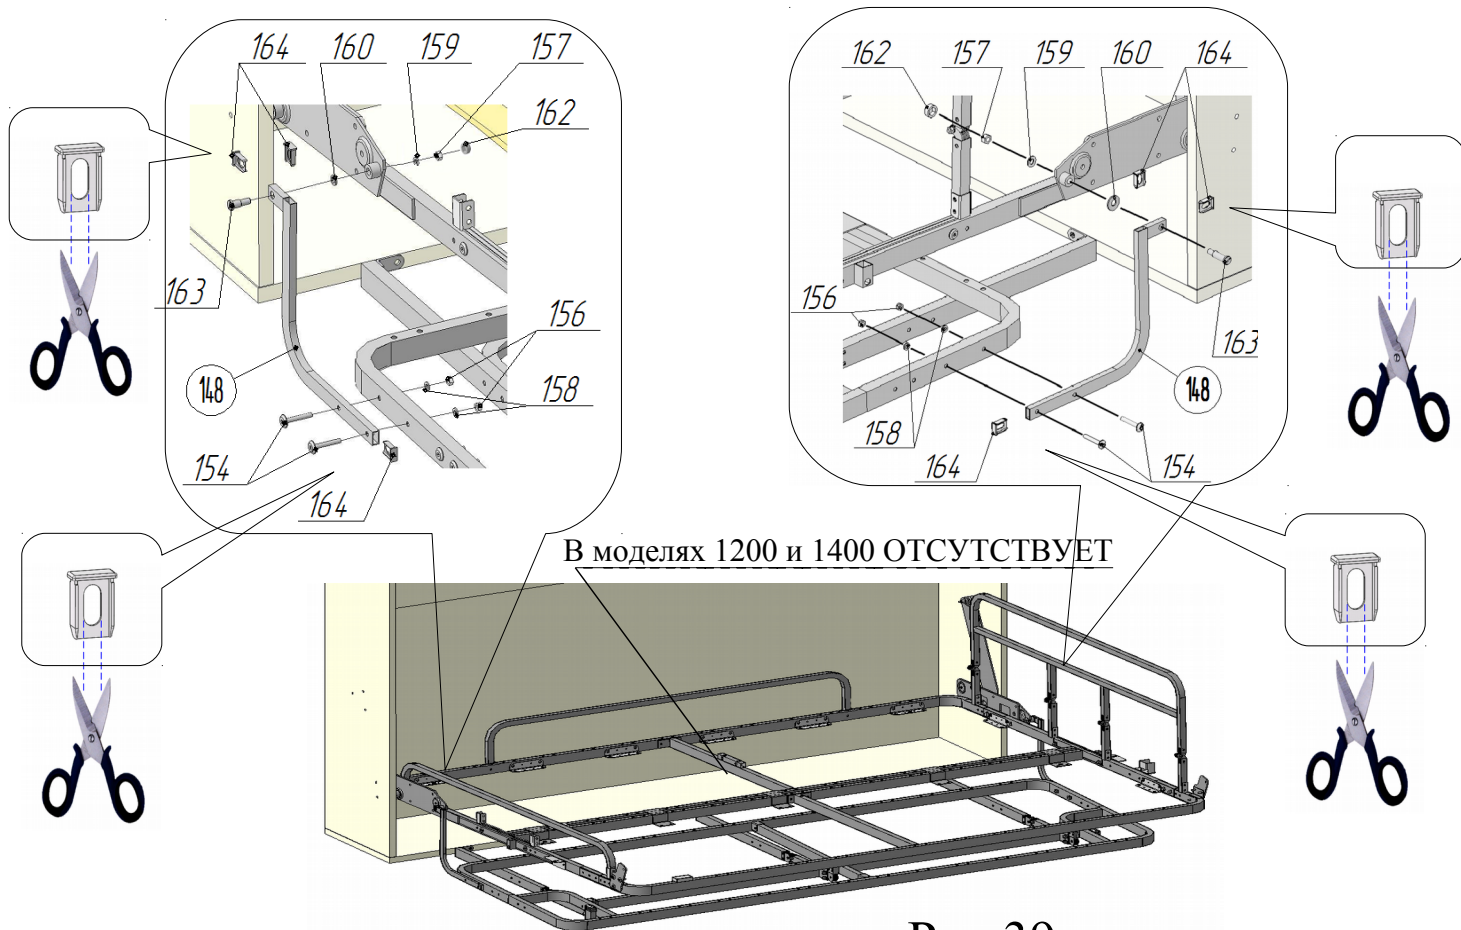

Рис.39
58. Надеть на матрас намотрасник и прикрепить его на каркас дивана. Надеть чехол на полученную сборку и закрепить его. В тяги-уголки поз.148 вставить заглушки 10x20 поз.164, предварительно расширив подрезанием места прохождения спецвинта поз.163 (рис.39). Присоединить тяги-уголки к дивану через чехол с помощью винтов М6х40 поз.154, шайб Ø6х18 поз.158, гаек М6 со стопорным кольцом поз.156 в соответствии с рис.39. Провести данную операцию слева и справа от рамы дивана.
59. Присоединить тяги-уголок поз.148 к пластинам механизма кровати через шайбу пластмассовую Ø10x18 поз.160, использовав спецвинт поз.163, шайбу Ø8x18 поз.159 и гайку М8 со стопорным кольцом поз.157 (рис.39). Надеть на гайки колпачки большие поз.98.